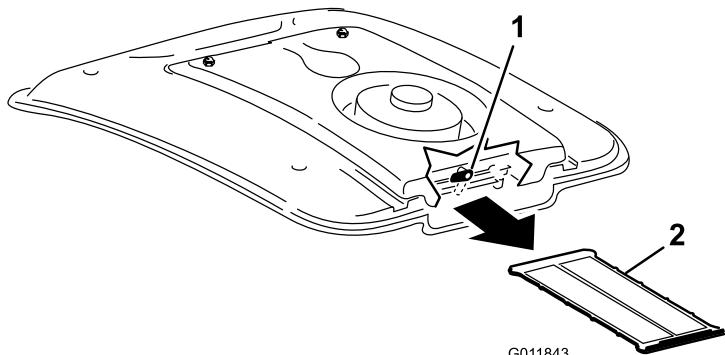

図 74
2. ファンマウントの後部についているラッチを上に回して横向きにする（図 74）。
3. エアコンコイルからスクリーンを引き出す（図 74）。
4. スクリーンを圧縮空気でていねいに洗浄する（図 74）。